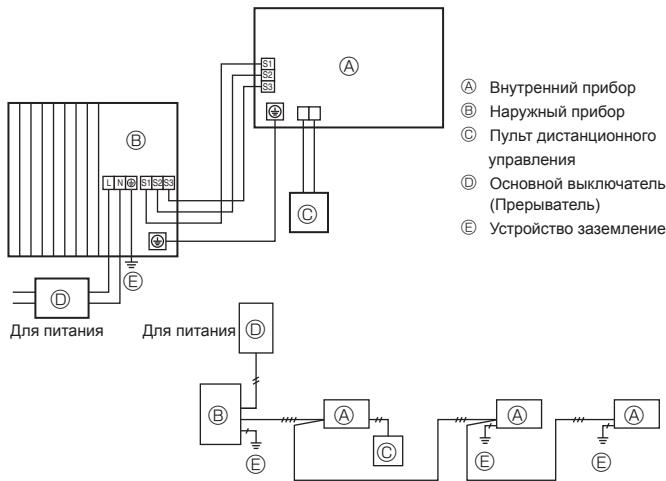

Fig. 7-1
### 7.1. Наружный прибор (Fig. 7-1, Fig. 7-2)
① Снимите защитную панель.
② Подсоедините кабели, как указано на Fig. 7-1 и Fig. 7-2.